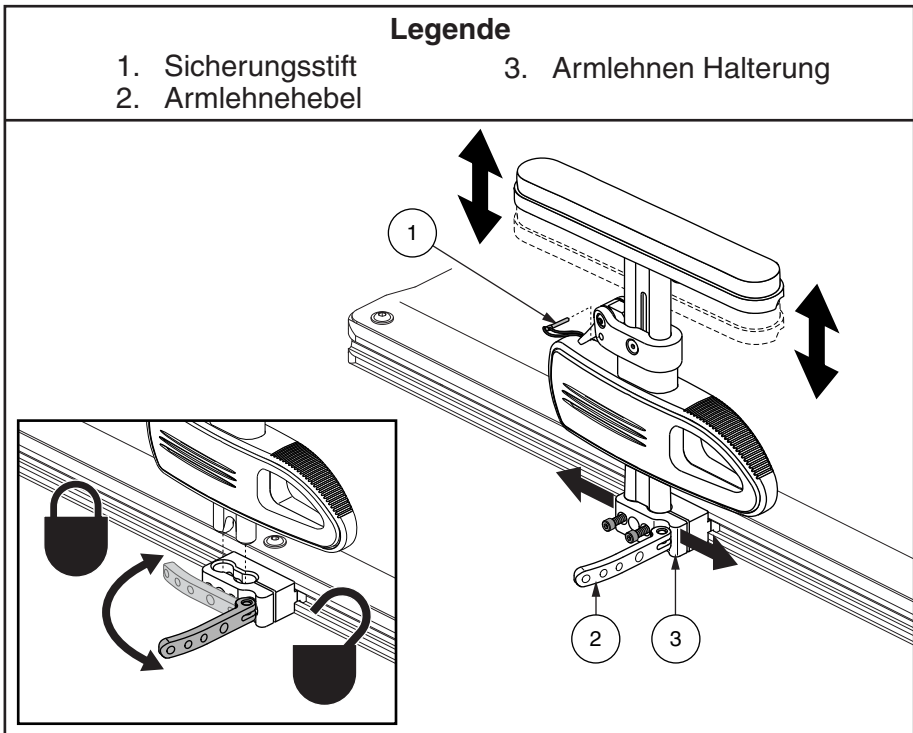

Abbildung 15. Entfernen/Anbringen der pediatricen Steckarmlehnen mit Einzelstütze und Höhenschnellverstellung
1. Drehen Sie den Armlehnhebel nach vorne. **Siehe Abbildung 15.**
Siehe Abbildung 15.